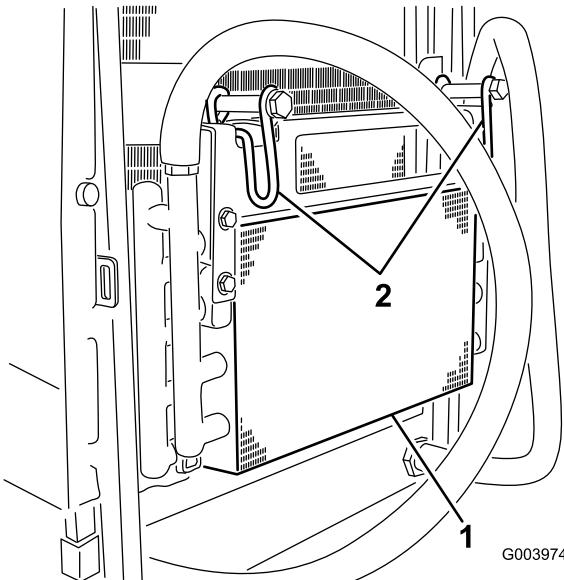

Figura 72
5. Gire los cierres hacia dentro para liberar el enfriador de aceite (Figura 72).